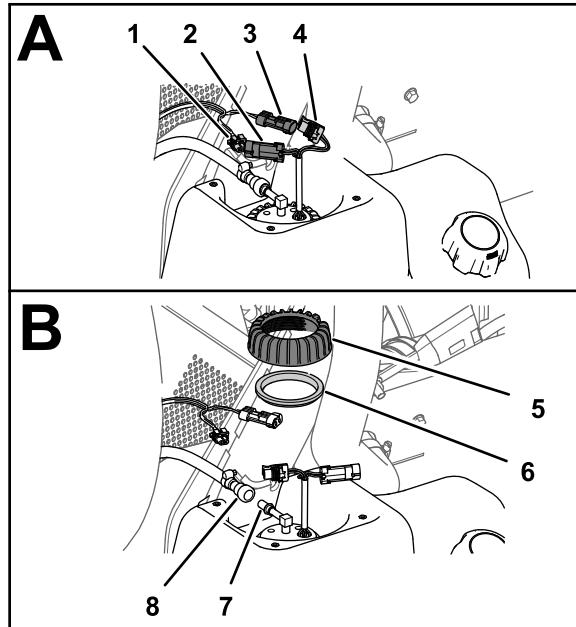

Figura 74
1. Desconecte el conector hembra de 2 vías del arnés de cables de la máquina del conector de 2 pines de la bomba de combustible/sensor; desconecte el conector de 2 pines del arnés de cables de la máquina del conector hembra de 2 vías de la bomba de combustible/sensor (Figura 74).
2. Aleje el anillo de bloqueo del acoplamiento de la manguera de combustible del conector de la bomba de combustible/sensor y retire el acoplamiento y la manguera del conector (Figura 74).
3. Gire la tuerca de la bomba de combustible/sensor en sentido antihorario y retire la contratuerca y la junta (Figura 74)